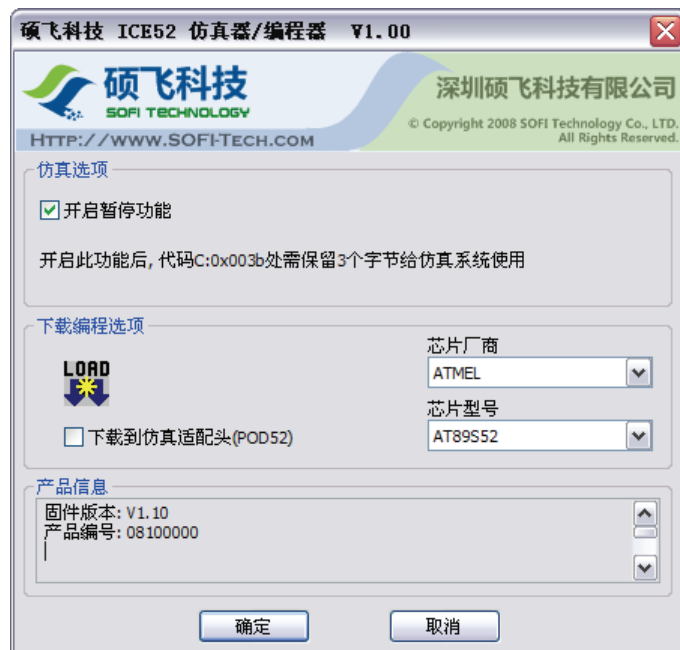

图 3.14 ICE52 设置
- 选中 Use Target Driver for Flash Programming 选项，在列表框中选择 SOFI ICE52 Emulator/Programmer。然后点击 Settings 按钮 打开 ICE52 的仿真/编程设置对话框 如下图(图 3.14) 所示。在对话框的下载编程选项中分别选择合适的器件厂商和芯片型号。